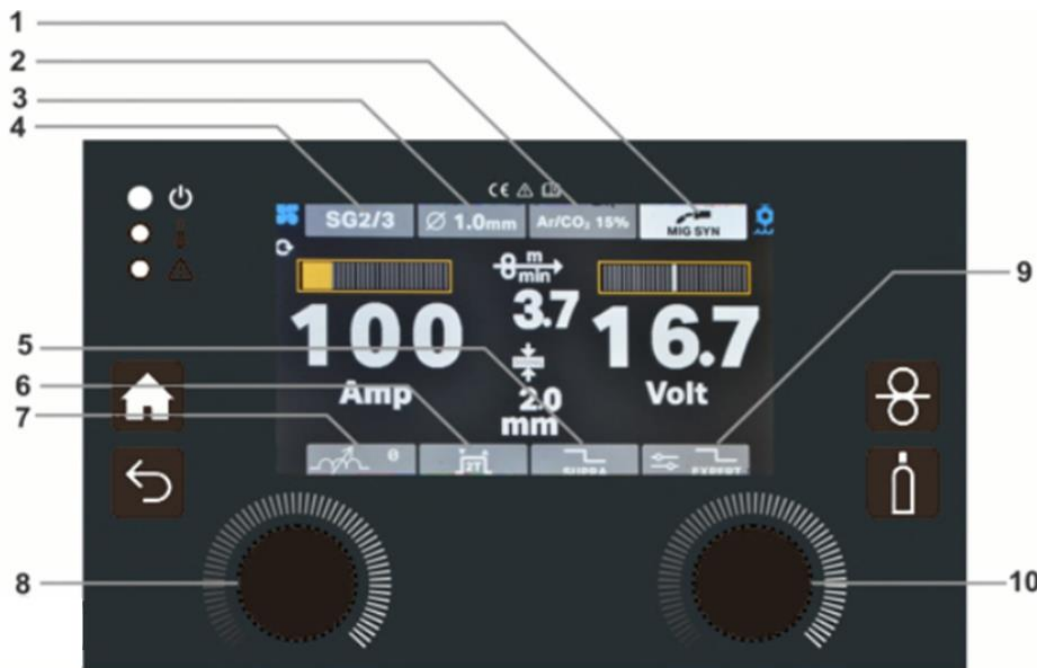
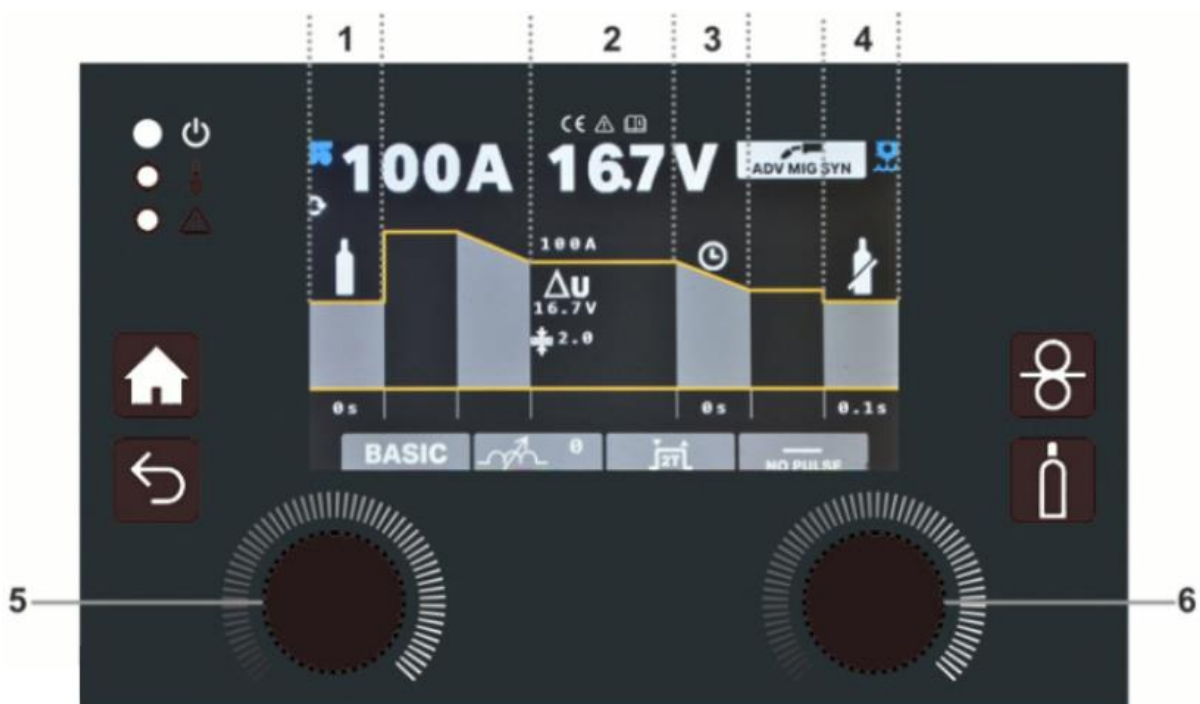
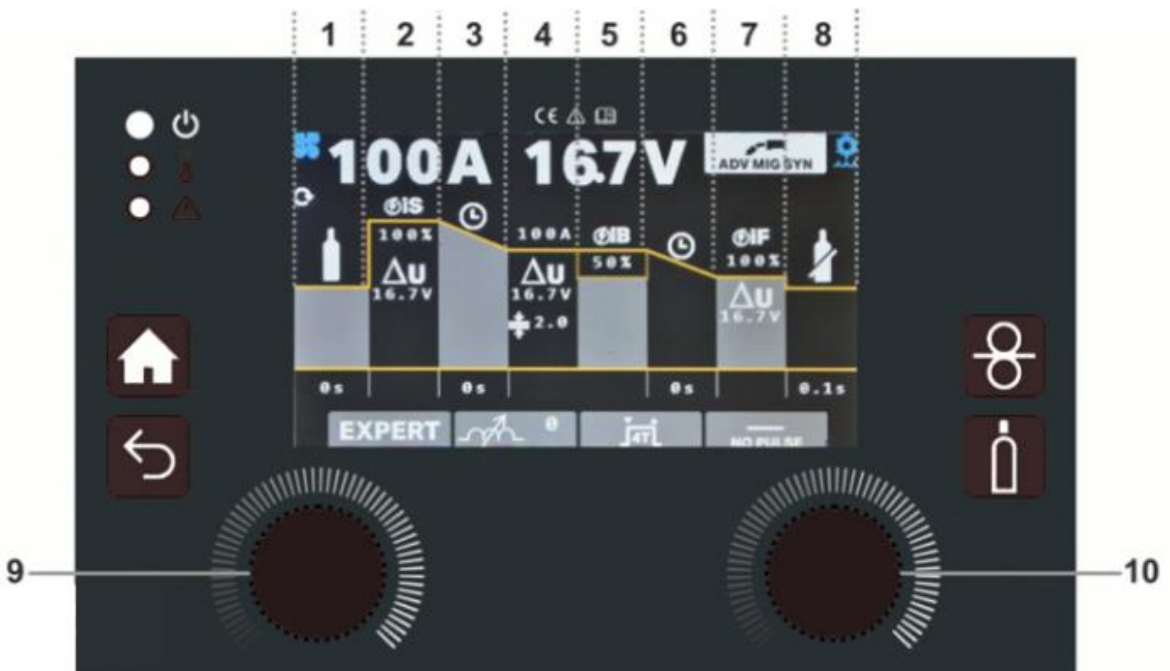

Fig. 5.
Fig. 6
Fig. 8
Seleccione el modo de soldadura MIG/MAG SYN pulsando el encoder lateral derecho (10 - Fig. 5) en la opción de menú correspondiente. Ha entrado en el modo MIG SYN en el que puede visualizar el estado del modo respectivo (1 - Fig.1)
- Todos los elementos del menú se vuelven rojos cuando se hace clic en ellos para establecer su valor. Seleccione el material a soldar (elemento de menú 4 - Fig. 5), el diámetro del hilo (elemento de menú 3 - Fig. 5) y el tipo de gas (elemento de menú 2 - Fig. 5) con el encoder derecho (10 - Fig. 5) de acuerdo con las siguientes tablas de programas sinérgicos:
- Ajuste la inductancia (opción de menú 7 - Fig. 5) con el encoder lateral derecho (10 - Fig. 5): menos inductancia (arco más estrecho, más penetración) y más inductancia (arco más ancho, más relleno).
- Dentro del programa sinérgico, puede ajustar la corriente de soldadura con el encoder del lado izquierdo (8 - Fig. 5) y con el encoder del lado derecho (10 - Fig. 5) puede realizar un ajuste sinérgico fino.
- Puede elegir entre los modos de antorcha de soldadura 2T, 4T o SPOT con el encoder lateral derecho (10 - Fig. 5):
Modo de punto MIG/MAG - Cuando se selecciona indica que la máquina está en modo de soldadura por puntos MIG/MAG. Gire el encoder del lado derecho (10 - Fig. 5) para seleccionar el tiempo de SPOT en segundos. Inicie la soldadura por puntos pulsando el gatillo de la antorcha y continuando pulsado hasta el final del programa de soldadura MIG ajustado.
- Puede elegir entre soldadura de cortocircuito no pulsada y SUPRA (elemento de menú 5 - Fig. 5) con el encoder lateral derecho (10 - Fig. 5). SUPRA es un tipo de soldadura pulsada (una alternancia entre dos niveles de potencia) con modo de transferencia en cortocircuito (véase el capítulo 8.4 para más información).
Para entrar en ADV MIG SYN, gire el encoder derecho (Nr.10 - Fig. 5) hasta que el botón (nr.9 - Fig. 5) se vuelva amarillo. A continuación, pulse el botón del encoder derecho. Para seleccionar el MODO BÁSICO (en ADV MIG SYN), pulse el botón del encoder derecho (nº 6 - Fig. 6) hasta que un parámetro se vuelva amarillo. Gira el encoder derecho hasta que el botón BASIC/EXPERT se vuelva amarillo. Pulsa el botón derecho del encoder para que el botón BASIC/EXPERT se vuelva rojo. Gira el encoder derecho hasta que aparezca el modo BÁSICO.
Para entrar en ADV MIG SYN, gire el encoder derecho (Nr.10 - Fig. 5) hasta que el botón (nr.9 - Fig. 5) se vuelva amarillo. A continuación, pulse el botón del encoder derecho. Para seleccionar EXPERT MODE (en ADV MIG SYN), pulse el botón del encoder derecho (nº 10 - Fig. 8) hasta que un parámetro se vuelva amarillo. Gira el encoder derecho hasta que el botón BASIC/EXPERT se vuelva amarillo. Pulsa el botón derecho del encoder para que el botón BÁSICO/EXPERT se vuelva rojo. Gira el encoder derecho hasta que aparezca el modo BÁSICO.